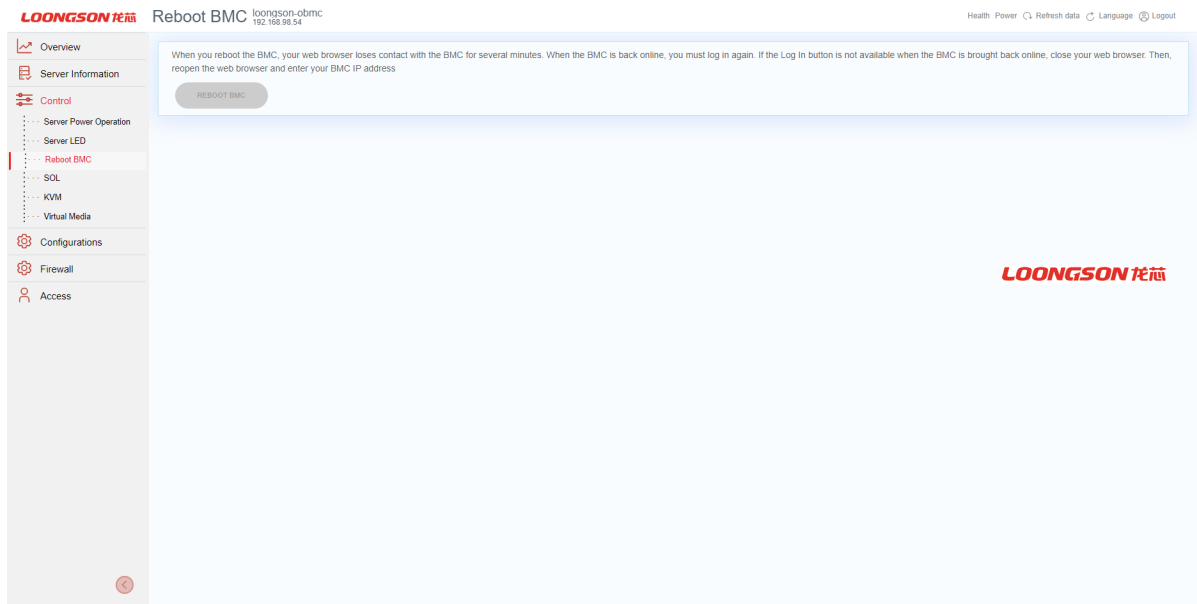

Рис. 80. Окно «Reboot BMC»
- 4) Пройдите во вкладку «Control» → «Reboot BMC» в данной вкладке осуществляется перезагрузка BMC. Нажмите на кнопку «Reboot BMC» для перезагрузки BMC. Окно показано на рис. 80 Окно «Reboot BMC»